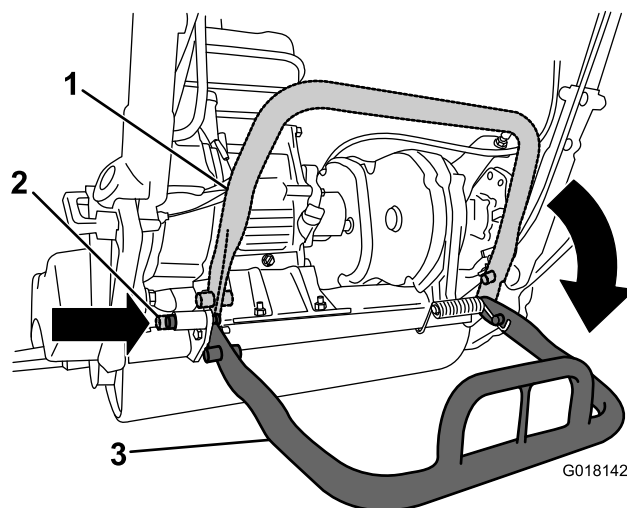

Рисунок 3
2. Опустите откидную ножку и вставьте стопорный палец, чтобы зафиксировать откидную ножку в положении для обслуживания (Рисунок 3). Дайте машине опереться на стопорный палец.